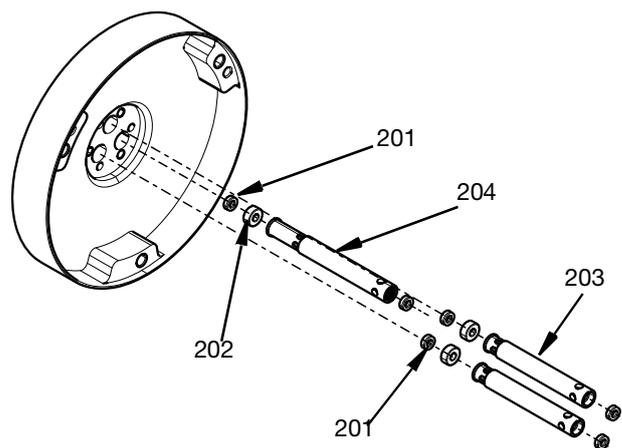

FIG. 26
6. Вставьте проставки уплотнителей на стороне ввода (203), проставку уплотнения на стороне возврата (204), уплотнения штока (201) и подшипники штока (202) в центральный корпус. Процедуру установки уплотнений штока см. в разделе **Комплект инструментов для установки и снятия уплотнений, 25Т489**, стр. 35. Обратите внимание, что более длинная проставка уплотнителя на стороне возврата (204) помещается в камеру III, как указано на передней части центрального корпуса. См. FIG. 26.